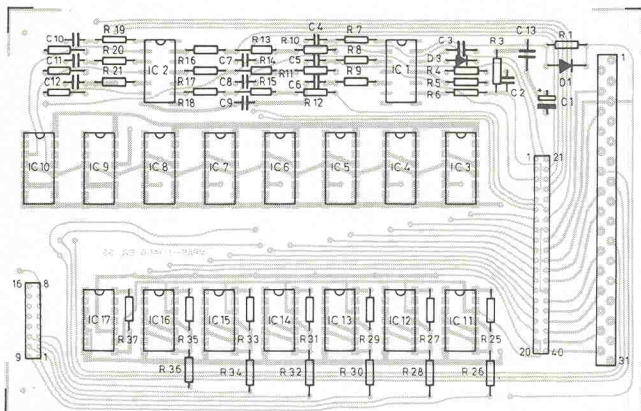

Bild 3. Bestückungsplan Control Main Board.
IC9b schaltet den Standby und geht im Gegensatz zu IC9a mit seinem Ausgang direkt auf den Bus. Wenn die entsprechende Busleitung (19) 'HIGH' wird, schalten die Relais 1 und 2 im Netzteil die Anodenspannung für die Endstufe ein (siehe auch Teil 1, Bild 3).
Bild 3 zeigt den Bestückungsplan des Control Main Boards und Bild 4 den des Control Keyboards. Beim Keyboard ist zu beachten, daß die LEDs und Taster auf die Frontseite (FS) und die anderen Komponenten auf die Bauteileseite (CS) kommen. Zweckmäßigerweise bestückt man zuerst CS mit allen Widerständen, Transistoren und der Steckerleiste. Nach dem Löten werden die LEDs und zum Schluß die Taster auf der Frontseite eingesetzt. Die Taster für die Effekte bekommen weiße Kappen, die Boosts graue, die A/B-Umschaltung eine schwarze und die Standby-Taste eine rote.